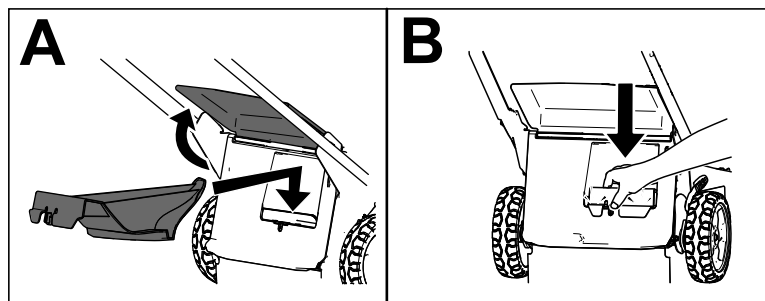

Figura 17
**Importante:** Certifique-se de que o tampão traseiro está trancado no lugar. Para bloquear o tampão, levante o defletor traseiro (A de Figura 17) e empurre firmemente o tampão para baixo até encaixar no lugar (B de Figura 17).